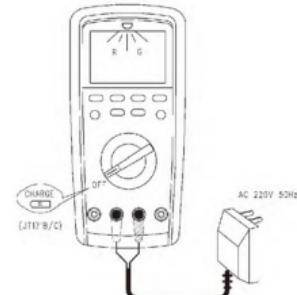

図 14
* 内部配置作業リチウムバッテリ充電: (図 14 のよう)